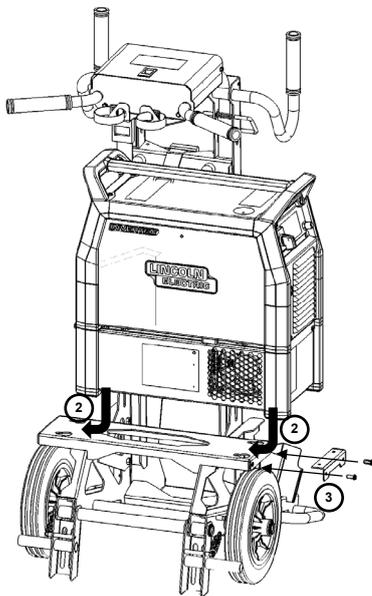

Figura 4
2. Deslize a Fonte de Alimentação + reservatório de líquido de refrigeração para os orifícios da placa (Figura 4).
3. Aparafuse o metal de bloqueio para evitar o movimento do equipamento por completo (Figura 4).